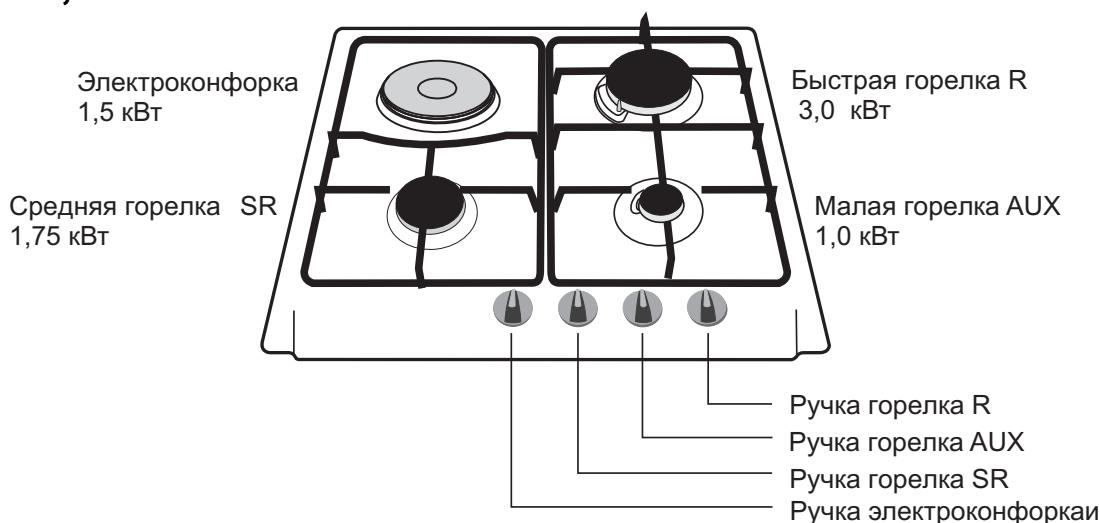

Рис. 3
- После установки варочной поверхности можно установить под столешницей горизонтальную перегородку «A» (рис. 3), которая предохранит пользователя от случайного соприкосновения с горячей нижней поверхностью панели.